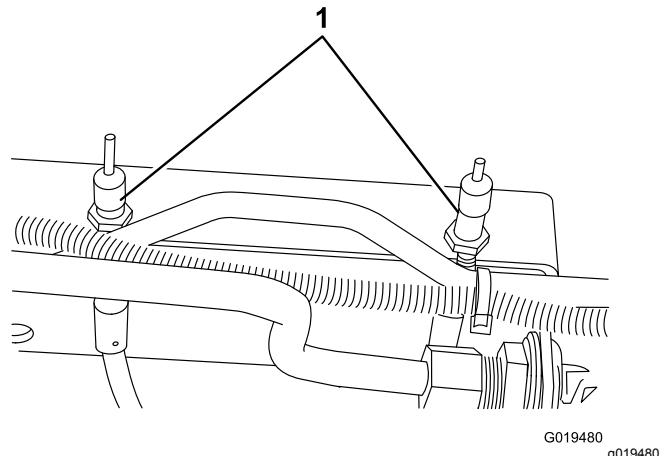

Bild 70
2. Ziehen Sie zum Reduzieren des Spiels der Bremspedale die Bremsen fester – lockern Sie dazu die vordere Mutter am Gewindeende des Bremszugs (**Bild 70**). Ziehen Sie dann die hintere Mutter fest, um den Zug nach hinten zu bewegen, bis die Bremspedale ein Spiel zwischen 1,2-2,5 cm aufweisen. Ziehen Sie die vordere Mutter fest, wenn die Bremsen einwandfrei eingestellt sind.